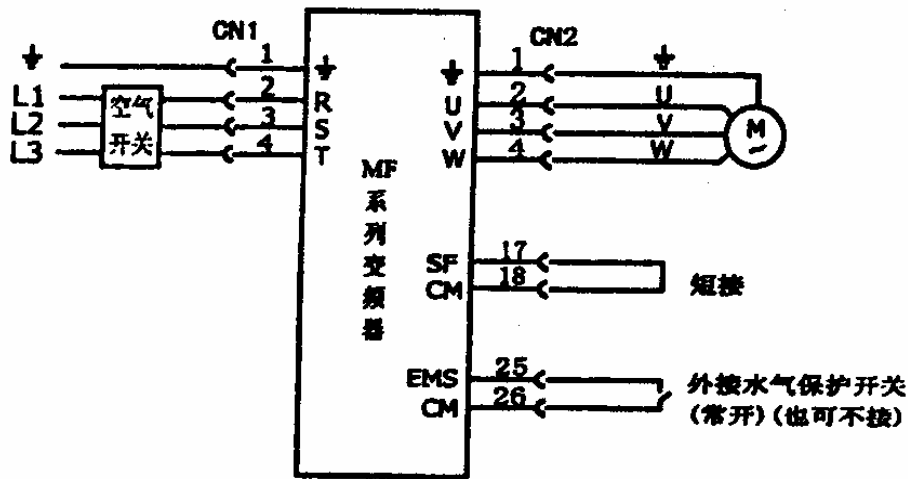

图 7—4 带 26 芯插销的变频器内控的基本接线方法
b. 对于装有 26 芯输出插销的变频器, 请将第 17、18 脚用导线连通, 如图 7—4